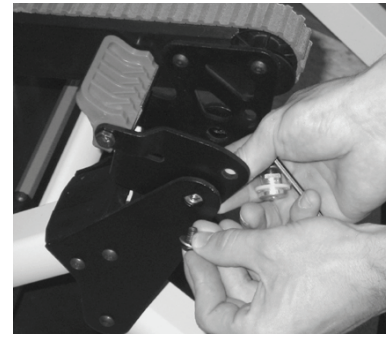

Figure 7 – Retirer les pivots de l'entretoise du guide
4. À l'aide d'une clé hexagonale de 5/32 po, retirer les deux vis d'assemblage à tête ronde des pivots de l'entretoise du guide et retirer les pivots (Figure 7).